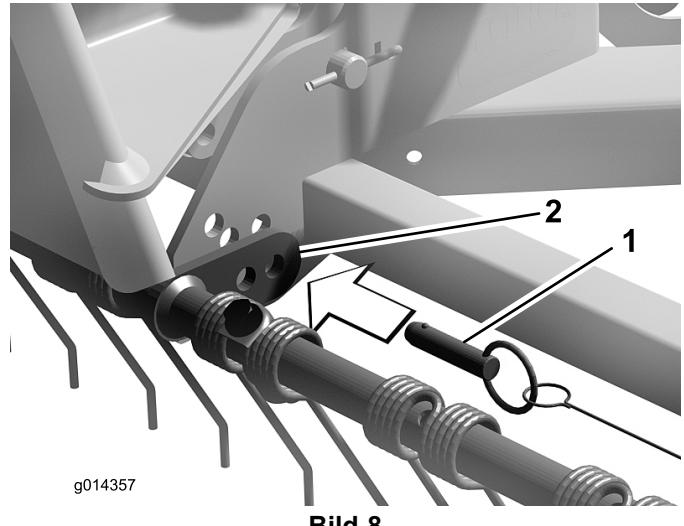

Bild 8
3. Befestigen Sie die Lasche am Federzinkenhalter mit dem Schnelllösestift am Rasengroomer (Bild 8). Die Höhe des Federzinkengroomer kann verstellt werden; versetzen Sie den Schnelllösestift in ein anderes Loch an der Befestigungslasche und am Groomer.